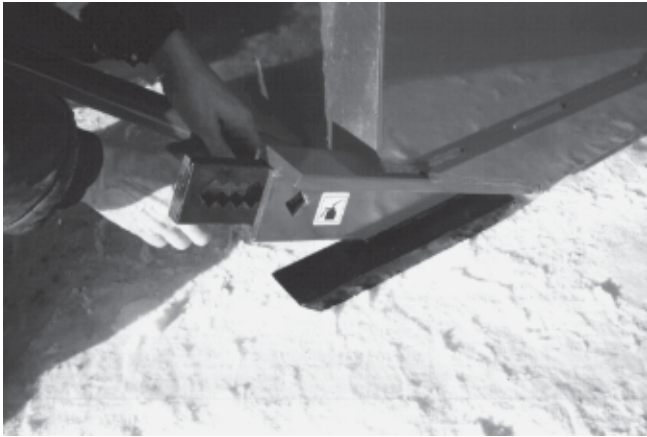

Figure 28
- 5) Faire l'ajustement des patins ajustables selon les conditions du terrain où vous utilisez la souffleuse (Fig. 28).